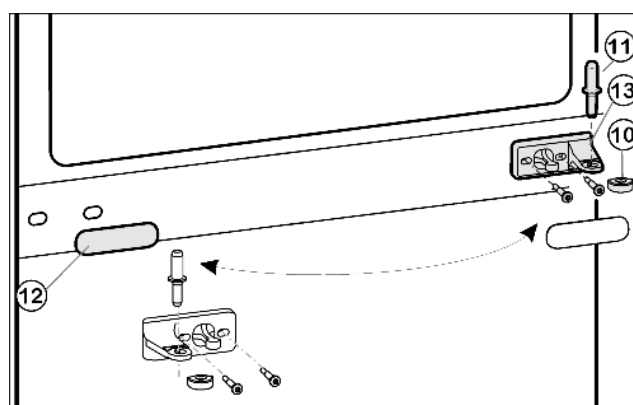
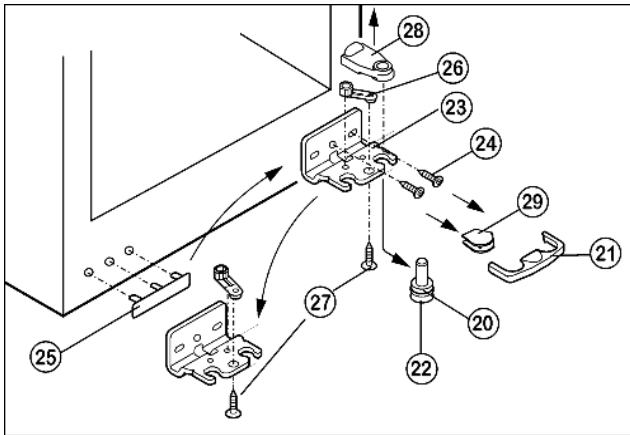

Fig. 5
Fig. 6
- Пластмассовый колпачок Fig. 5 (10) снимите.
- Вытащите из опорного кронштейна и нижней дверцы средний опорный палец Fig. 5 (11).
- Осторожно снимите накладку Fig. 5 (12).
- Открутите средний опорный кронштейн Fig. 5 (13) и переставьте его с поворотом на 180° на новую сторону шарнира.
- Снова защелкните накладку Fig. 5 (12) на стороне, где теперь будет ручка.
- ▶ Нижнюю крышку Fig. 6 (21) снимите движением вперед.
- ▶ Нижнюю крышку Fig. 6 (29) снимите.\*
- ▶ Снимите крышку Fig. 6 (28) вверх.\*
- ▶ Полностью вверните регулируемую опору Fig. 6 (22).
- ▶ Вытяните опорный палец Fig. 6 (22) вниз и вперед. При этом следите за гнездом шарнира Fig. 6 (20).
- ▶ Открутите опорный кронштейн Fig. 6 (23) (2 шт. Torx 25) Fig. 6 (24).
- ▶ Открутите опорную деталь Fig. 6 (26) (1 Torx 25) Fig. 6 (27) и, переставив в отверстие на противоположной стороне опорного кронштейна, снова прикрутите.
- ▶ Осторожно приподнимите и переставьте крышку Fig. 6 (25) со стороны ручки.
- ▶ Снова прикрутите опорный кронштейн Fig. 6 (23) на новой стороне шарнира, при необходимости с помощью аккумуляторного шуруповерта через внешний продольный паз и круглое отверстие.
- ▶ Снова слегка наклоните устройство назад и переставьте опорный палец Fig. 6 (22).
- ▶ Установите нижнюю дверцу сверху на нижний опорный палец Fig. 6 (22).
- ▶ Снова наденьте пластмассовый колпачок Fig. 5 (10) с поворотом на 180° на средний опорный кронштейн Fig. 5 (13).
- ▶ Вставьте средний опорный палец Fig. 5 (11) на новой стороне шарнира через средний опорный кронштейн Fig. 5 (13) в нижнюю дверцу.
- ▶ Установите верхнюю дверцу на средний опорный палец Fig. 5 (11).
- ▶ При необходимости выровняйте дверцы через два продольных паза в нижнем опорном кронштейне Fig. 6 (23) и среднем опорном кронштейне Fig. 5 (13) параллельно корпусу устройства, затем затяните винты.
- ▶ Снова защелкните крышку Fig. 6 (21) на опорной подставке снизу.